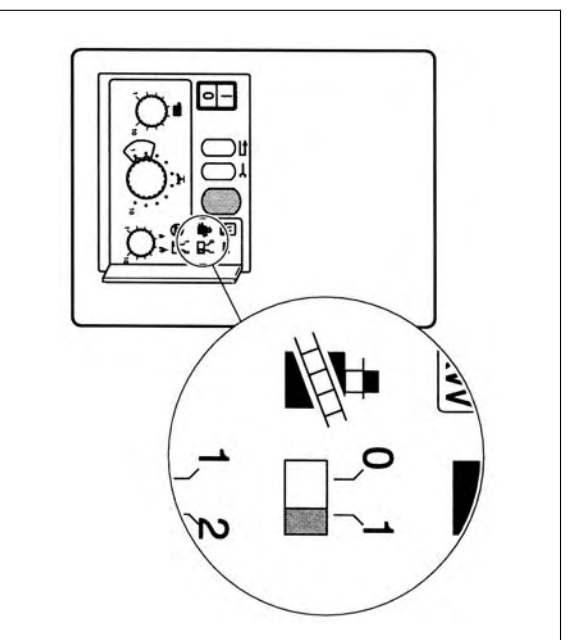
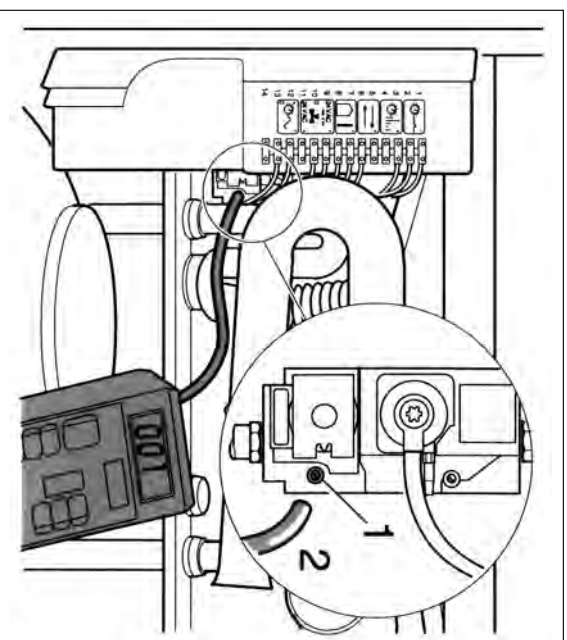

Fig. 20
Fig. 27 - Valvola del gas HONEYWELL
#### f). Interruttore di collaudo "spazzacamino" (Fig. 20)
- Posizionare l'interruttore di collaudo sul simbolo dello "spazzacamino" (Fig. 20).
- Collegare il manometro ad acqua o simile (2) alla presa di pressione (1) a seconda se si tratta di:
- Valvola del gas Honeywell (Fig. 27).
- Collegare il manometro ad acqua alla presa di pressione al bruciatore (1), (Fig. 27 e 28).
- c) accertarsi che non vi sia presenza di aria nella tubazione del gas, se necessario sfiatate dalla presa di pressione presente a monte della valvola del gas (Fig. 27 o 28);